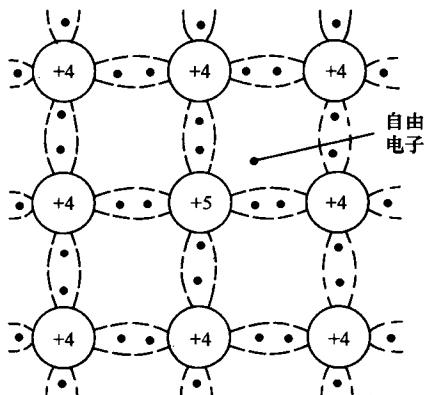
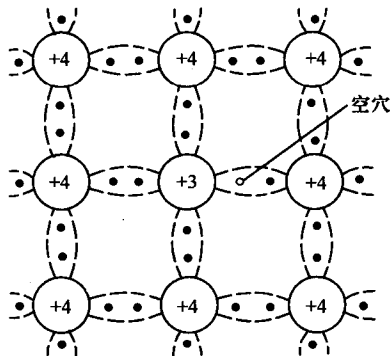

图 1-1-3 N 型半导体
图 1-1-4 P 型半导体
(1) N 型半导体
本征半导体中掺入了微量的五价元素如磷 (P)，其平面模型如图 1-1-3 所示。含磷原子的价电子与相邻的硅原子的价电子组成四对共价键，多余一个电子，不受共价键束缚，获得较小的能量使其容易挣脱原子核的束缚而成为自由电子。可见掺杂后的半导体提高了自由电子的浓度，其导电能力大大增强。这种杂质半导体主要靠电子导电，故称为电子型半导体，简称 N 型半导体。并称其中的自由电子为多数载流子（简称多子），空穴为少数载流子（简称为少子）。
(2) P 型半导体
本征半导体中掺入了微量的三价元素如硼 (B)，其平面模型如图 1-1-4 所示，硼原子的价电子与相邻的硅原子的价电子只能组成三对共价键，从而自然形成一个空穴，它很容易由相邻的原子中的价电子来填补，从而在相邻的原子又产生一个新的空穴，形成移动空穴。显然，掺杂后每个硼原子都能提供一个空穴，从而使掺杂半导体的空穴浓度大大提高，这种掺杂半导体主要靠空穴导电，故称为空穴型半导体，简称 P 型半导体。把其中的空穴称为多数载流子（简称多子），自由电子为少子。